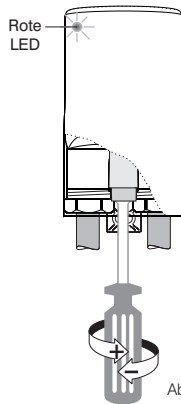

Abb. 7
- Mit dem Trimmer (Abb. 7) die gewünschte Einstellung vornehmen (2 bis 200 LUX); das ROTE LED zeigt an, daß die Schaltschwelle erreicht wurde.